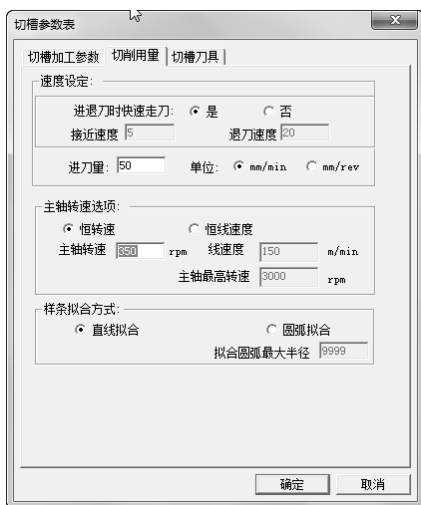

图 6-39 切槽切削用量参数设定
2) 单击“切削用量”选项卡,如图 6-39 所示。设置切削用量具体参数如下:进退刀时快速走刀:是;进刀量:50,单位 mm/min;主轴转速选项:恒转速;主轴转速:350;样条拟合方式:直线拟合。